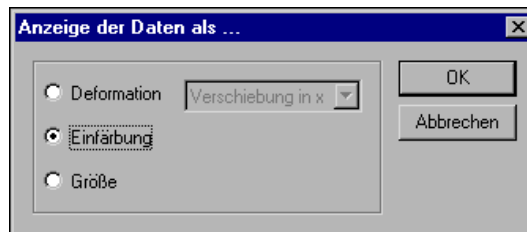

Abbildung 11-2. Modellpunktdefinition als Einfärbung
7. Sobald Sie die Maustaste loslassen, erscheint der in Abbildung 11-2 gezeigte Dialog. Wählen Sie **Einfärbung**.